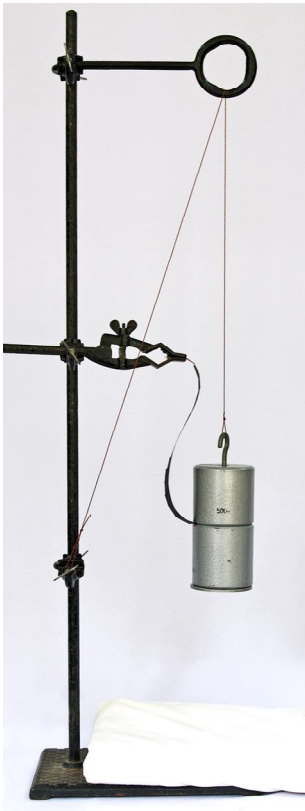

Рис. 11
1. На міцному шнурку, пропущеному через кільце штативу, підвісьте вантаж масою 2 кг, що складається з окремих циліндричних гир. На другому кінці шнурка зробіть петлю, яку зачепіть за крючок муфти на стержні від штативу, як показано на рис. 11. Під вантаж на стіл покладіть мішок з піском або поролоном.